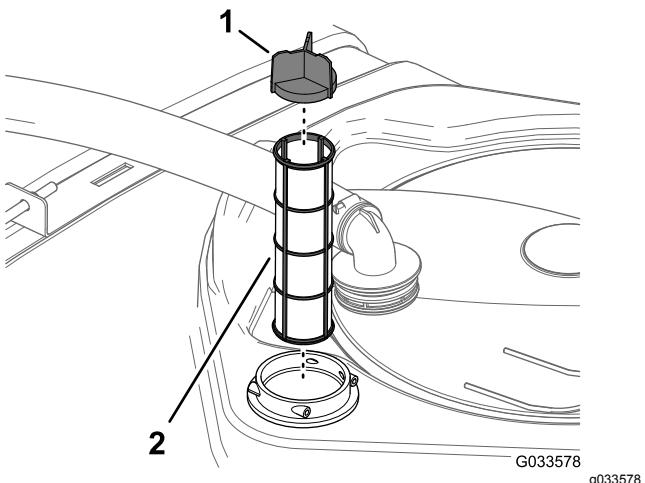

Figura 105
4. Rimovete il vecchio filtro di aspirazione dall'alloggiamento del filtro nel serbatoio (Figura 105).